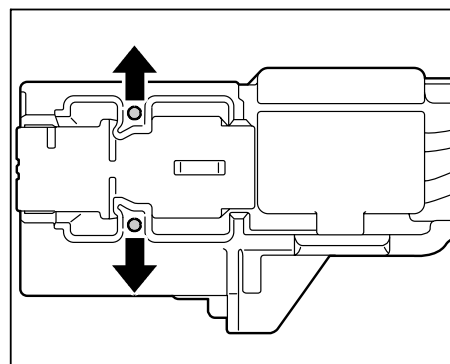

Bild 12
3.5.2 Stecker "C" zerlegen, dazu das Steckergehäuse auseinanderdrücken  $\Rightarrow$  Bild 12 -Pfeile- und Steckerträger aus Steckergehäuse ziehen.